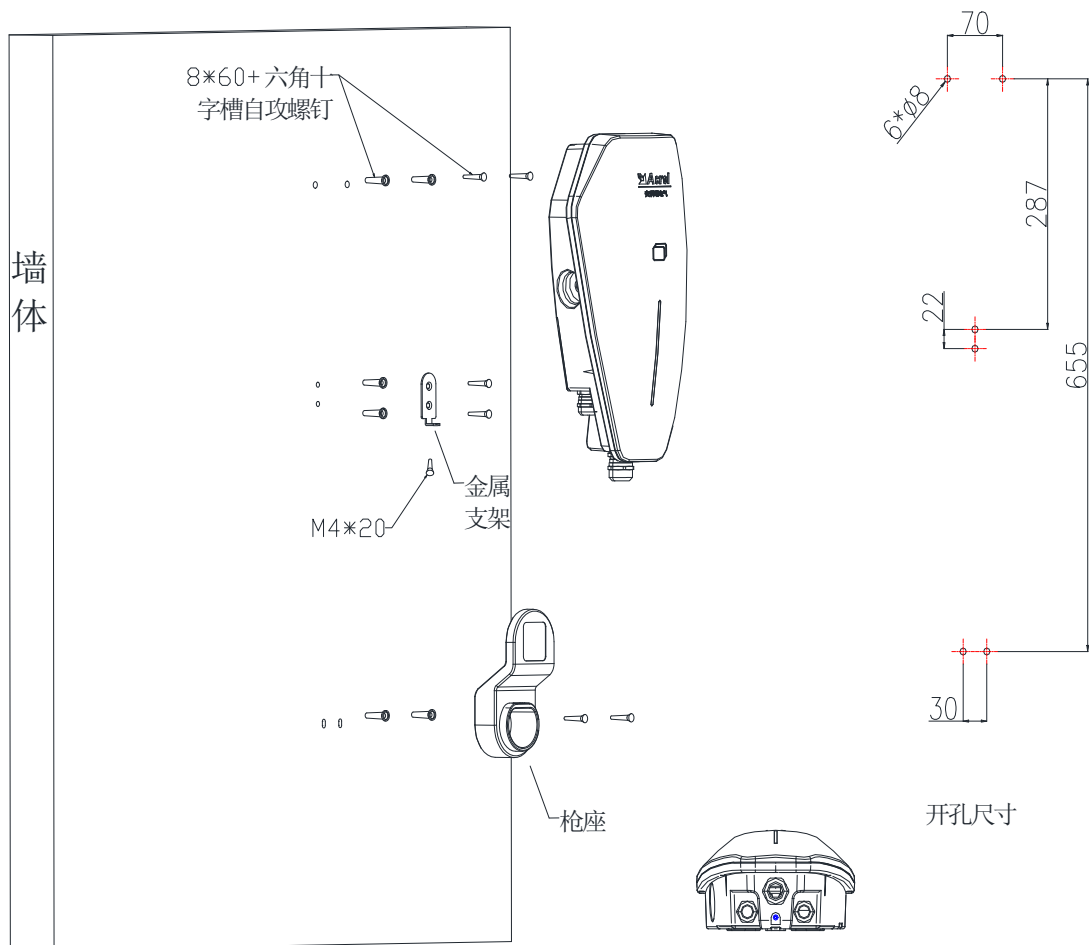

图 A-3 安装充电桩
2. 将 M6 的塑料膨胀管装入钻好的孔内，用铁锤将膨胀管敲入墙体中，拧上螺钉，注意不要拧死，留出一定空隙；接着使用 4 颗螺钉将金属支架和枪座固定在墙体上，用十字螺丝刀拧紧螺钉；然后将充电桩挂在螺钉上，并用 M4*20 螺钉通过金属支架固定好充电桩，如图 A-3 所示。